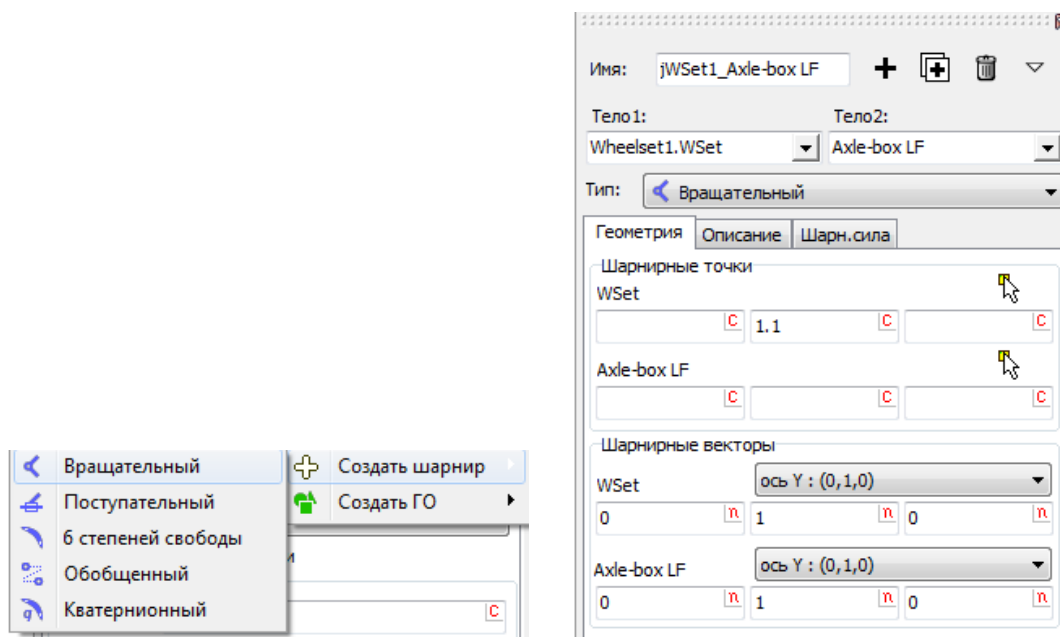

Рис. 2.13. Создание вращательного шарнира для буксы
- Щелкните на кнопке  (**Перейти к элементу**) и выберите пункт меню **Создать шарнир | Вращательный**, рис. 2.13, слева. Автоматически добавится шарнир, у которого в качестве второго тела задана букса.
- Назначьте первое тело **WheelSet1.WSet** (база первой КП) с помощью выпадающего списка, рис. 2.13, справа.